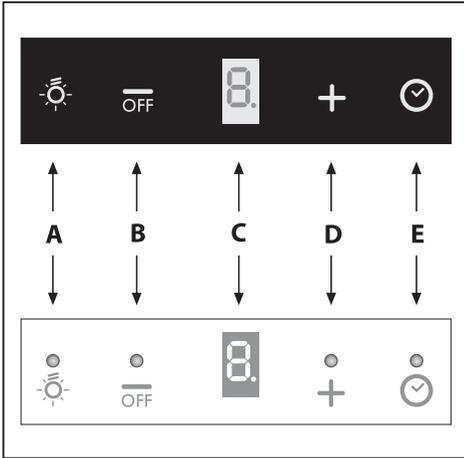

Fig.22 / 22. attēls
• **Betjenings-senhed (Fig.22):**